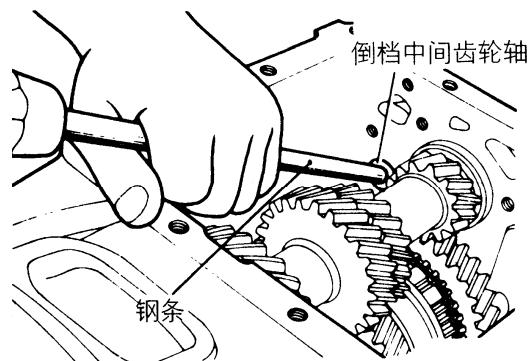

图 3-47 从壳体内侧敲出倒档中间齿轮轴
(10) 拆卸倒档中间齿轮轴时, 拆下倒档中间齿轮轴的四只固紧螺栓。如图 3-47 所示, 从壳体内侧敲出倒档中间齿轮轴。